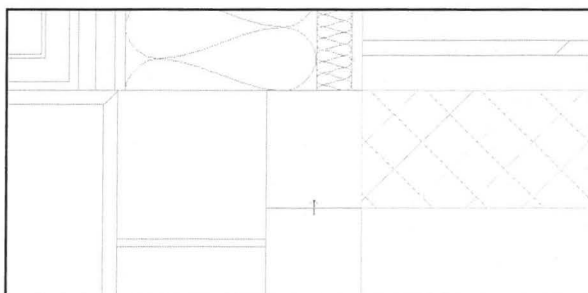

Fig. 14.51. Tegn 3 linier der forlænger betonnet i terrændækket, så det går helt ind til soklen. Pilen på den først tegnede linie skal vende indad.
- Tegn nu 3 linier, der udgør området hvor betonen i terrændækket skal forlænges (Fig. 14.51).